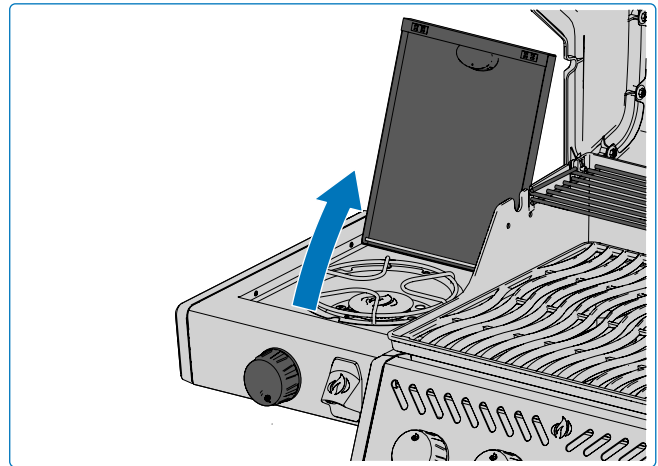

Fig. 9
1. Abra la tapa del quemador (**Fig. 9**).